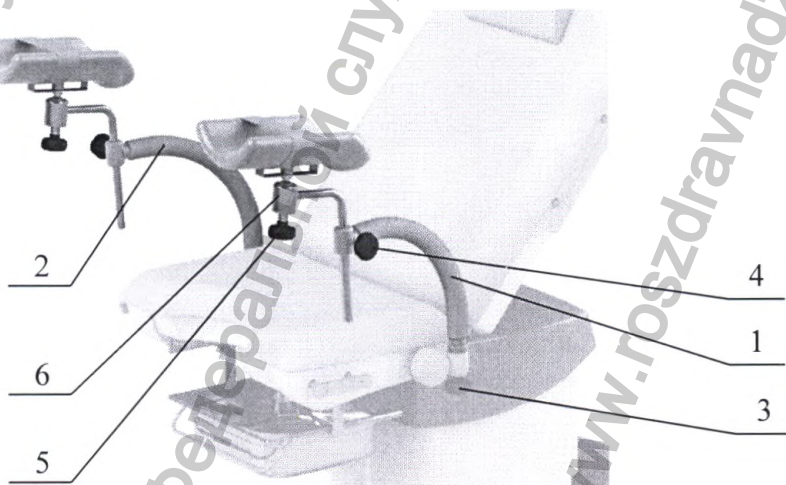

Рисунок 8. Регулировка приспособлений.
8. Упор для руки с держателем ноги по Гепелю левый и упор для руки с держателем ноги по Гепелю правый (Рисунок 8). Устанавливаются вместо упоров для рук с держателями стоп.